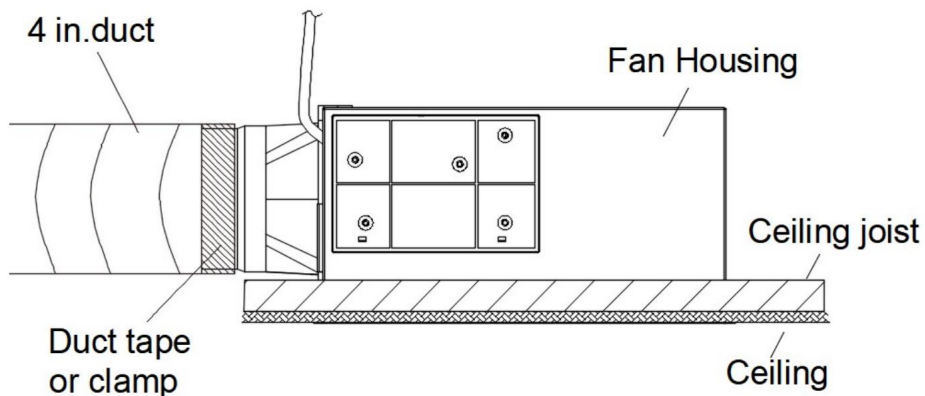

Abb.6.
7. Installieren Sie einen runden 4-Zoll-Kanal (nicht im Lieferumfang enthalten) und befestigen Sie ihn mit Klebeband oder Klammern (beide nicht im Lieferumfang enthalten). Beenden Sie die Deckenarbeiten. Das Deckenloch sollte mit der Kante des Lüftergehäuses ausgerichtet sein. (Siehe Abb. 6.)